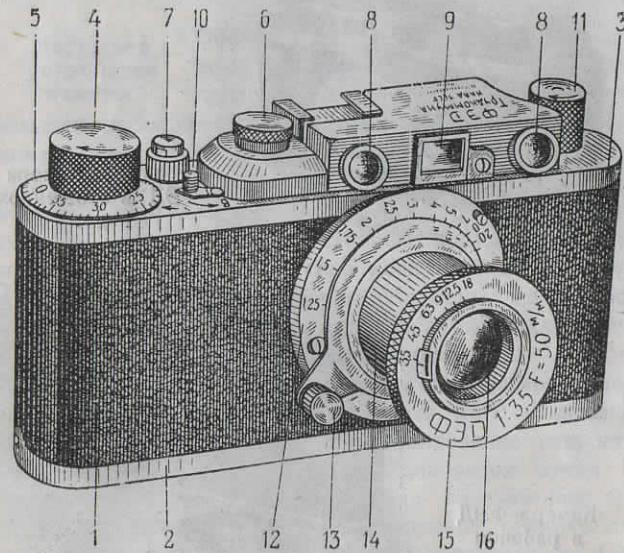

Рис. 2. Детали камеры ФЭД:
**Наружное устройство камеры** Общий вид камеры ФЭД в сложенном виде и в рабочем положении приведен на рис. 1, а на рис. 2 для большей наглядности и удобства обозначения деталей камера изображена в виде штрихового рисунка.
Сложность механизма камеры обусловлена стремлением упростить обращение с ней и достигнуть максимальной автоматичности. Так, например, при вращении головки 4 (рис. 2) в камере происходят одновременно: перевод пленки точно на один кадр, полная заводка затвора и отсчет заснятых кадров счетчиком. Таким образом, вместо трех манипуляций фотографу приходится производить лишь одну. Далее в камере червячная оправа объектива при помощи рычага соединена с механизмом оптического дальномера. Благодаря этому фотографу нет нужды измерять расстояние до снимаемого предмета, чтобы по этому расстоянию установить затем объектив по шкале. Обе операции происходят одновременно путем поворота рычага оправы объектива 13 (рис. 2) и наблюдения сквозь окуляр дальномера.
Регулятор затвора, головка которого расположена на верхней крышке камеры 6 (рис. 2), служит для регулирования ширины щели.
При нажиме на спусковую кнопку 7 (рис. 2) большой цилиндр освобождается и под действием пружин, оба малых цилиндра начинают тянуть шторку в об-
Отсюда ясно, что наличие в камере ФЭД дальномера не преследует цели определять истинное расстояние до снимаемого предмета. Дальномер является здесь вспомогательным прибором, дающим возможность произвести точную наводку на фокус. Тем не менее, при желании определить расстояние до снимаемого предмета, фотограф может это сделать, пользуясь шкалой расстояний 12 (рис. 2) и риской на кольце глубины. Для этого после наводки достаточно взглянуть на